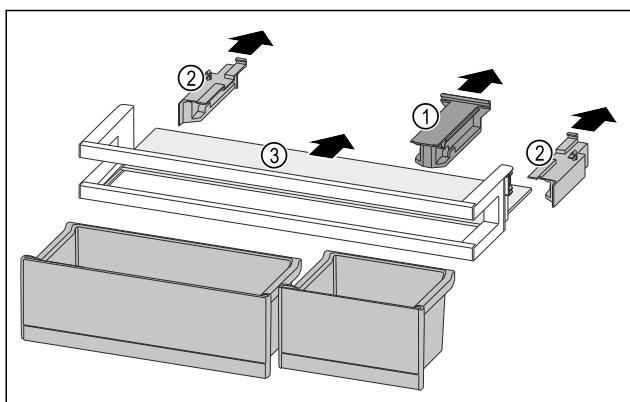

Fig. 202
- Retirer la pièce de retenue Fig. 202 (1).
- Retirer les parties latérales Fig. 202 (2).
- Retirer la tablette de rangement Fig. 202 (3).